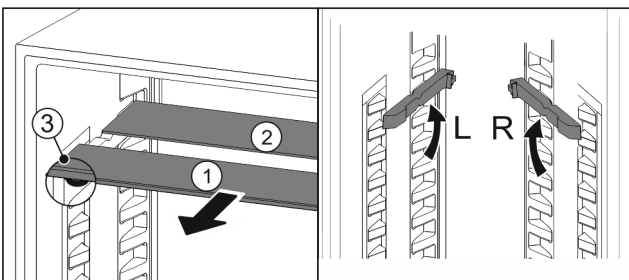

Fig. 47
- estrarre i ripiani di vetro singolarmente tirando in avanti Fig. 47 (1).
- ▷ Il piano in vetro Fig. 47 (1) con il motivo ornamentale è nella parte anteriore.
- ▷ I fermi Fig. 47 (3) sono rivolti verso il basso.